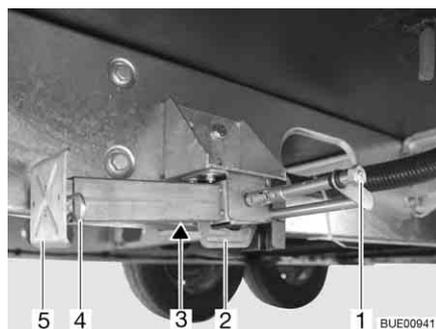

Fig. 50 Vérin stabilisateur
- Placer la clé à pipe sur l'écrou à six pans (Fig. 50,1) et tourner jusqu'à ce que le vérin stabilisateur soit en position verticale vers le bas.
- Lorsque la longueur des vérins stabilisateurs est réglable, faire sortir la goupille (Fig. 50,4) de la rallonge du pied d'appui (Fig. 50,5).
- Placer la clé à pipe sur l'écrou à six pans (Fig. 50,1) et tourner jusqu'à ce que le vérin stabilisateur se dégage du sol.
- Rentrer complètement la rallonge du pied d'appui (Fig. 50,5) et insérer la goupille (Fig. 50,4) dans le trou prévu à cet effet.
- Tourner l'écrou à six pans (Fig. 50,1) jusqu'à ce que les vérins stabilisateurs soient pivotés vers le haut et que la glissière (Fig. 50,2) soit arrivée complètement à l'extrémité de la fente (Fig. 50,3).